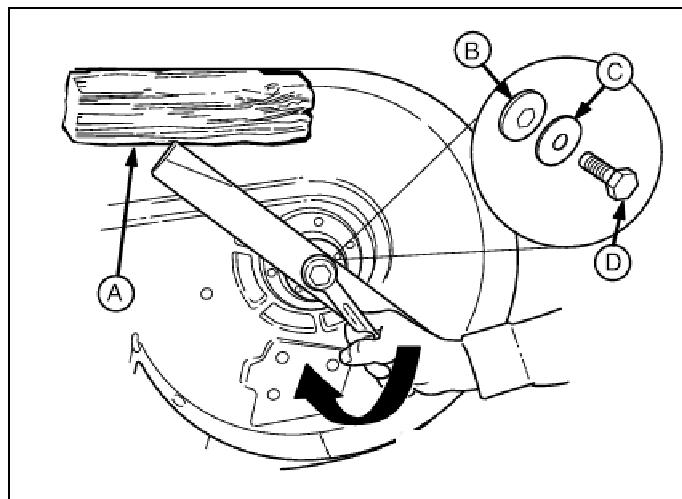

図 21 ブレードの取付
6. 図 21 に示すように、プレードを取り付けます。プレードが回転しないように、木のブロックを使用して、キャップスクリュー (D)、カップワッシャー (C)、ヘックスワッシャー (B) を取り付けます。締め付けトルクは、61~75Nm です。